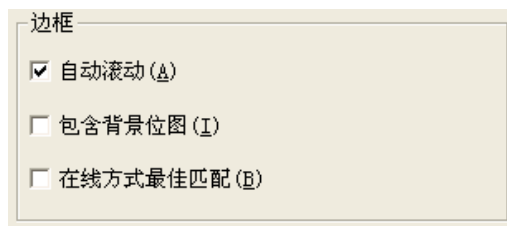

图 11-3-5 框架设置
- **Frame:** 框架设置，如图 11-3-5 所示。